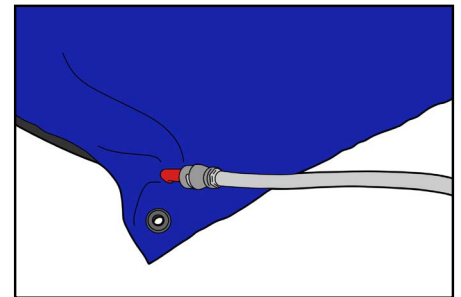

Fig. 8
2. Llene el colchón con aire suficiente para eliminar los dobleces y los pliegues. Antes de posicionar al paciente, moldear previamente el colchón para asegurarse de que el relleno esté en el lugar adecuado. Para asegurar un posicionamiento adecuado del paciente es necesario un vacío rígido, pero relativamente moldeable. Puede comprobar la rigidez del colchón apretándolo con 2 dedos (Fig. 8).